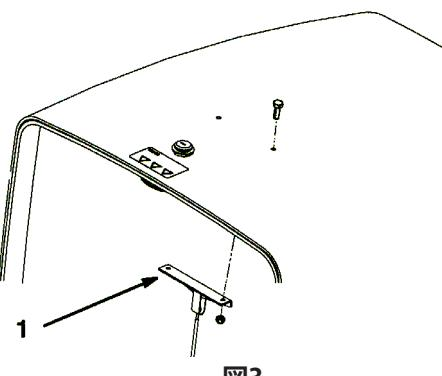

図3
- フード・ケーブル・ブラケットをフードの裏側に固定しているネジ 2 本を外す（図3）。